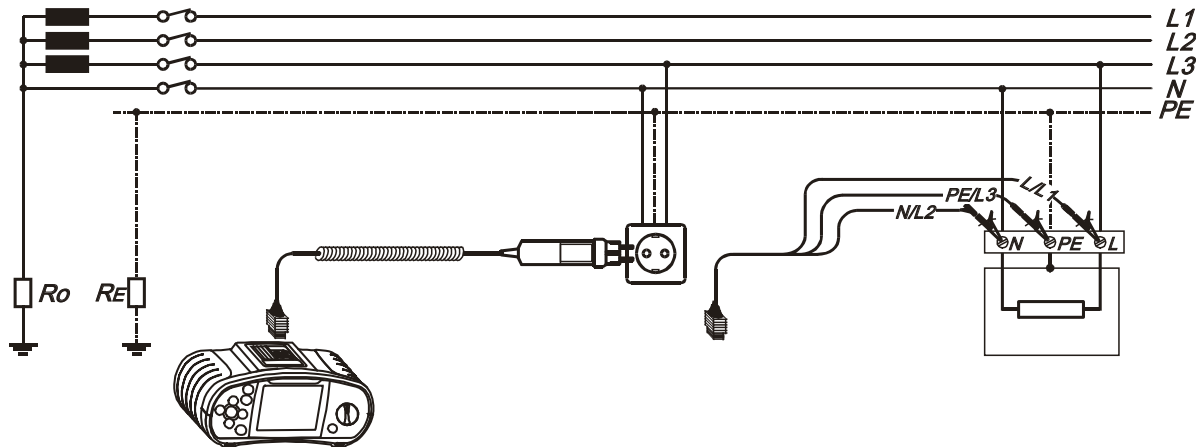

Abb. 5.29 Anschluss des Steckerkabels und des Universalprüfkabels
**Schritt 3** Befolgen Sie zur Durchführung der Messung der Schleifenimpedanz den Anschlussplan in Abb. 5.29. Benutzen Sie bei Bedarf die **Hilfe**-Funktion.